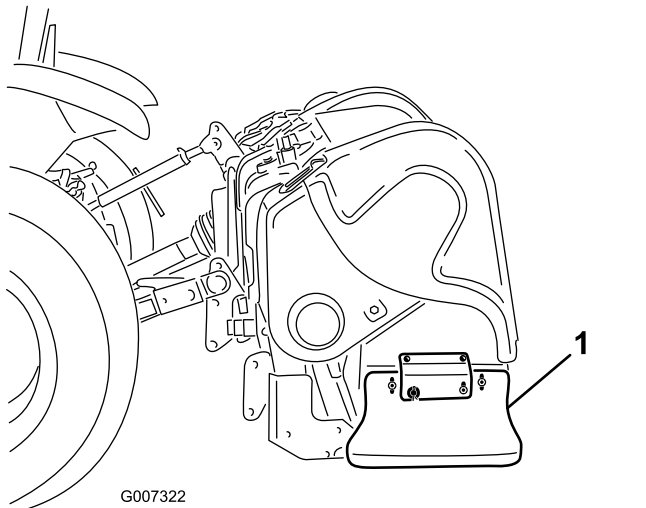

Figure 40
1. Desserrez les boulons et écrous qui fixent le déflecteur latéral au cadre (Figure 40).